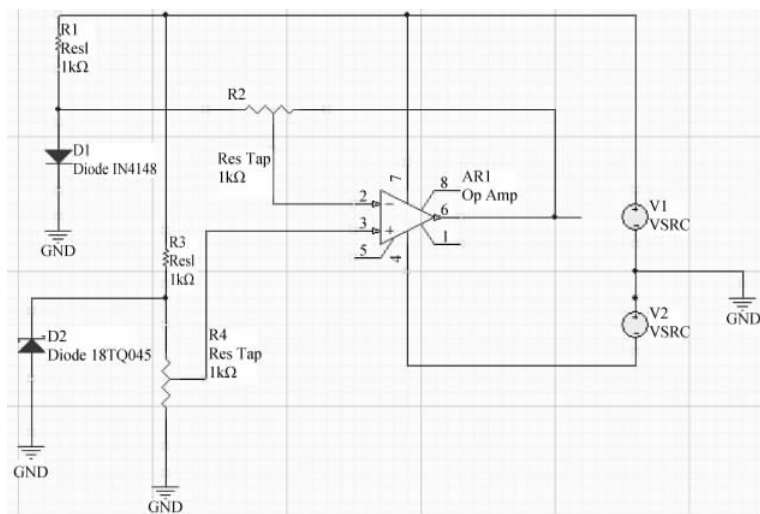

图 3-74 为电路元器件和信号源分配唯一的标识
(5) 按照前面所介绍的为元器件分配标识符的方法,为电路中的元器件和信号源分配唯一的标识符。图 3-74 给出分配完标识符后的原理图界面。